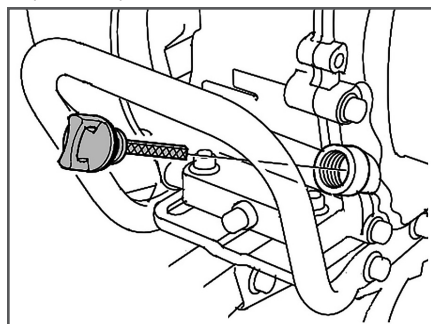

Рис. 18 Крышка-щуп маслозаливной горловины
2. Откройте крышку-щуп маслозаливной горловины и извлеките щуп (Рис. 18).
2. Выкрутите крышку-щуп маслозаливной горловины и извлеките щуп (Рис. 18).